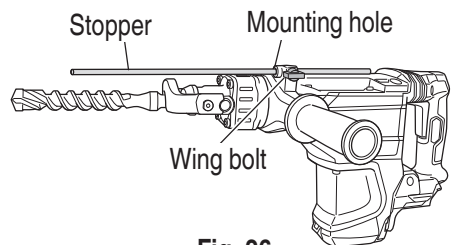

Fig. 26
3. Install the stopper (Fig. 26)